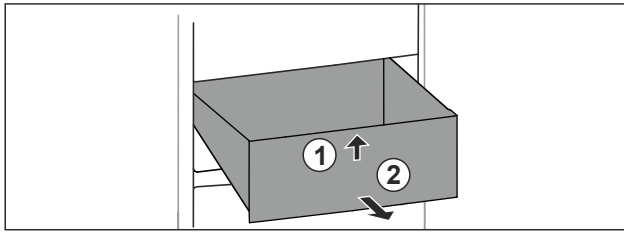

Fig. 101
- ▶ Predal spredaj dvignite. Fig. 101 (1)
- ▶ Predal vzemite ven v smeri naprej. Fig. 101 (2)